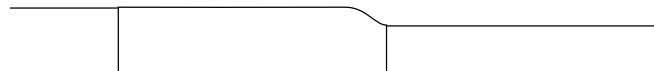

Рис. 9
4.1.9. На полученное соединение надвинуть термоусаживаемую трубку CFM 19/6 длиной 140 мм и термоусадить ее с помощью воздушного термопистолета горячим воздухом. Температура усадки 250 °С. Окончательный вид соединительной муфты представлен на рис. 9.